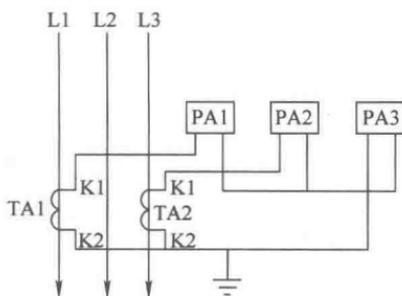

图 1-4
58. 如图 1-4 所示的电流测量电路是两相电流互感器 V 形接线测量电路。 ( )